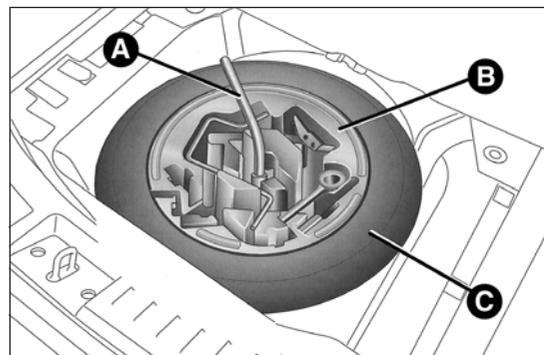

fig. 109
- ❑ à l'aide de la clé A fig. 109 située dans la boîte à outils, dévisser le dispositif de blocage, prendre la boîte à outils B et la déposer à côté de la roue à remplacer. Prendre ensuite la roue compacte de secours C ;